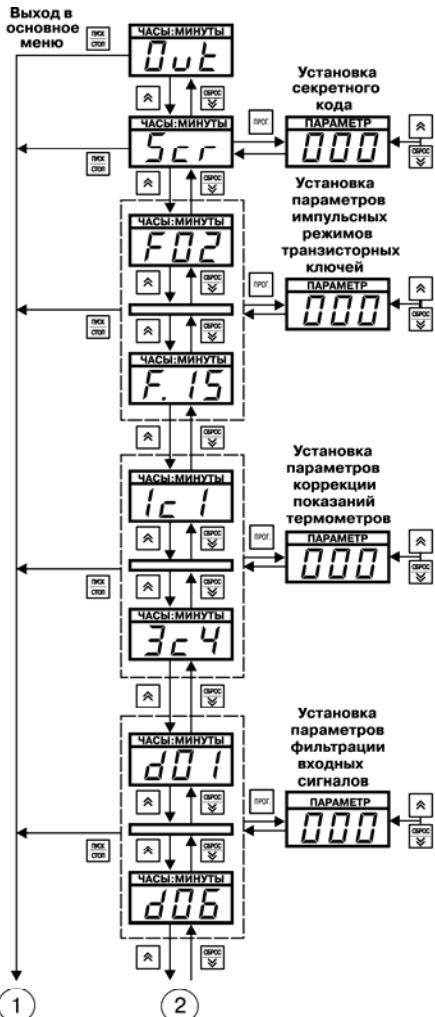

Рис. 4.3. Схема, поясняющая
4.2.3.1. На рис. 4.3 изображена схема, поясняющая программирование на уровне L2.
Справа по вертикали на рис. 4.3 расположены изображения индикатора «ПАРАМЕТР», на который выводятся значения программируемых параметров. Здесь же изображен сдвоенный индикатор: на верхнем индикаторе «ЧАСЫ:МИНУТЫ» высвечивается имя кода доступа в уровень программирования – «*Lod*», на нижнем индикаторе «ПАРАМЕТР» – значение кода доступа – например, «000».
нажимать кнопку **ПРОГ.**. Происходит переход к первому, общему для всего прибора параметру **oД 1** (см. середину рис. 4.3), при этом имя параметра «**oД 1**» мигает на индикаторе «ЧАСЫ:МИНУТЫ», значение параметра отображается на индикаторе «ПАРАМЕТР».
нажать кнопку **ПРОГ.**, новое значение запишется в память и произойдет переход к следующему параметру (на рис. 4.3 показано стрелками вниз).